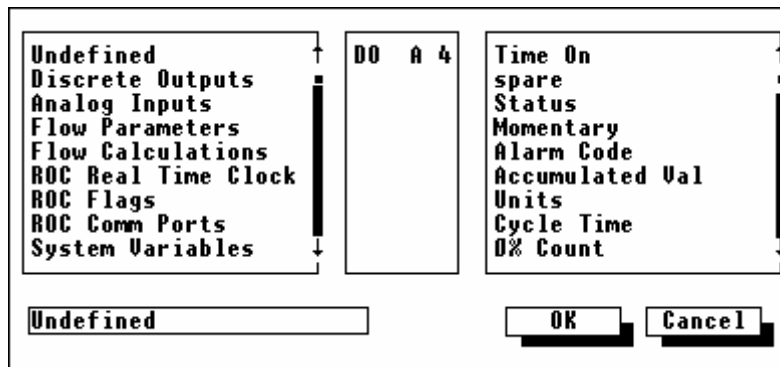

Figura 7-2. Valor a Arquivar
**Value to Archive** (valor a arquivar) — ative o botão abaixo do campo **Value to Archive** para especificar um Tipo e Parâmetro de Ponto a serem arquivados. Observe a Figura 7-2.